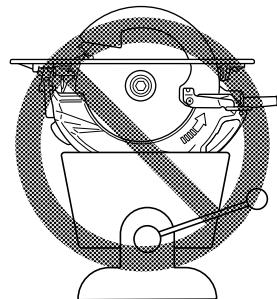

Fig. 4
- Ne jamais tenter de scier avec la scie circulaire dirigée vers le bas dans un étai. Ceci serait extrêmement dangereux et pourrait entraîner de graves accidents. (Fig. 4)